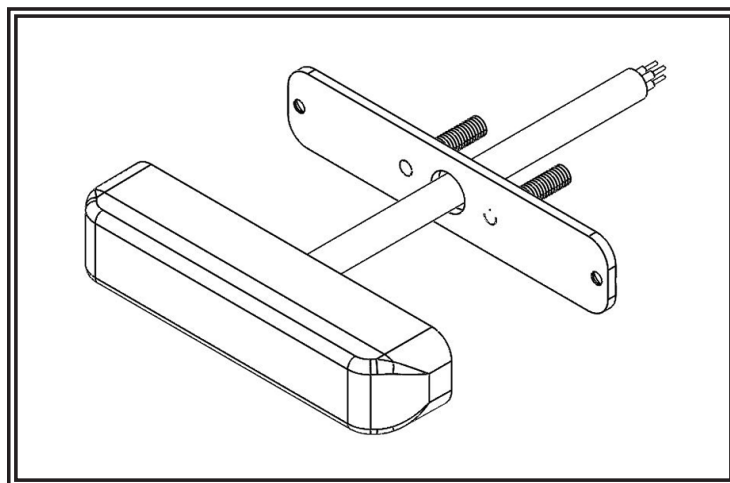

Figura 4
Paso 1. Pase el cable del cabezal de luz a través del orificio central del soporte de montaje del perno. Los orificios avellanados y los pernos deben estar orientados en dirección opuesta al cabezal de luz. Fije el soporte de montaje del perno al cabezal de luz con los dos tornillos de cabeza plana M2,5 x 10 mm (no se muestran). Consulte la Figura 4.